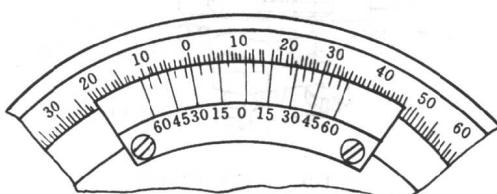

图 1-4 游标刻度盘上的读数
(1) 万能量角器是用来测量工作物的角度，它的读数方法见图1-4。在游标刻线零的左右各有12等分，且对称分布，每三等分的刻线注有数字，如0、15、30、45、60，每一格读数为5'。
(2) 量角器指示角度读数时，先看游标零线所对准刻度盘上的读数，然后再看游标刻度盘哪条与刻度相对准。如游标刻线的第一条相